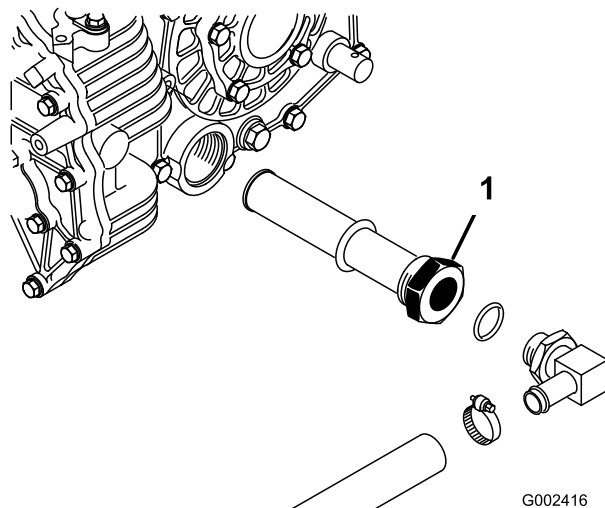

Figura 77
3. Repare na posição da tubagem do hidráulico e no conector de 90° ligado ao filtro de rede do lado do reservatório (Figura 77). Retire o tubo do hidráulico e o conector de 90°.